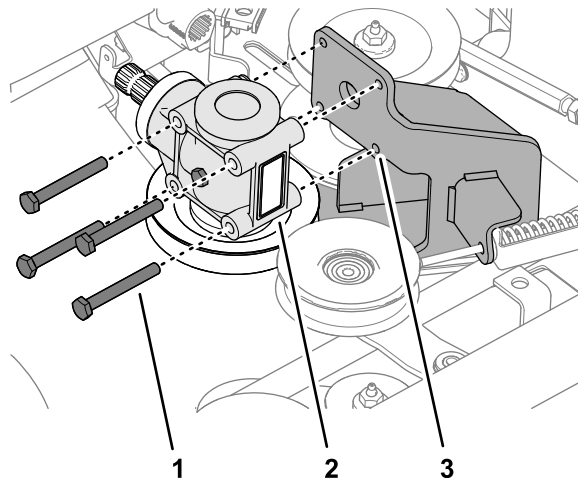

Bild 118
2. Entfernen Sie die vier Schrauben, mit denen das Mähwerkgetriebe an der Getriebestütze befestigt ist (Bild 118).
1. Fluchten Sie die Löcher im Mähwerkgetriebe mit den Löchern in der Getriebestütze aus, siehe Bild 118 in Entfernen des Getriebes \(Seite 82\).